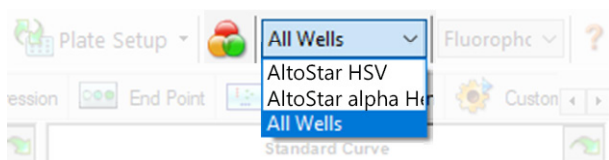

Abb. 4: Schaltfläche und Dropdown-Menü Well Group (Well-Gruppe)
Achten Sie darauf, im Fenster Data Analysis (Datenanalyse) die **Well Group** (Well-Gruppe) des AltoStar® HSV PCR Kit 1.5 auszuwählen. Klicken Sie dazu auf das Dropdown-Menü **Well Group** (Well-Gruppe) rechts neben der Schaltfläche **Well Group** (Well-Gruppe) (siehe Abbildung 4) in der Menüleiste. Verwenden Sie nicht die „All Wells“ (Alle Wells) **Well Group** (Well-Gruppe). Die Auswahl in Abbildung 4 wird als allgemeine Beispielansicht verwendet.
1. Achten Sie darauf, im Fenster Data Analysis (Datenanalyse) die **Well Group** (Well-Gruppe) des AltoStar® HSV PCR Kit 1.5 auszuwählen. Klicken Sie dazu auf das Dropdown-Menü **Well Group** (Well-Gruppe) rechts neben der Schaltfläche **Well Group** (Well-Gruppe) (siehe Abbildung 4) in der Menüleiste.